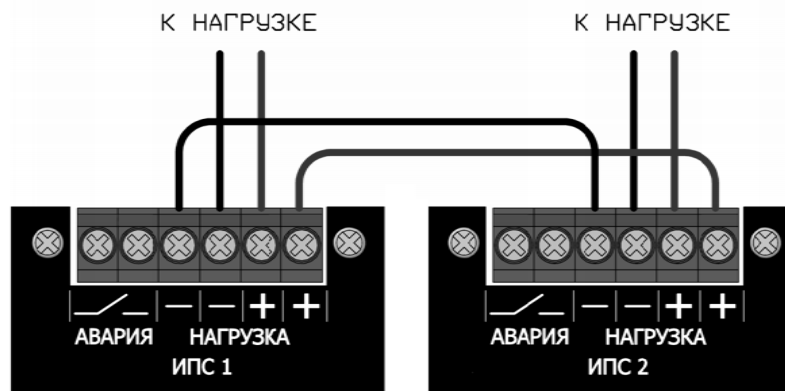

Рисунок 6. Параллельное включение ИПС.
6.3 Серийные ИПС допускают включение на параллельную работу (см. рис.6). При этом будет обеспечиваться селективная дистанционная сигнализация, так как реле сигнализации включены до разделительных выходных ключей ИПС.